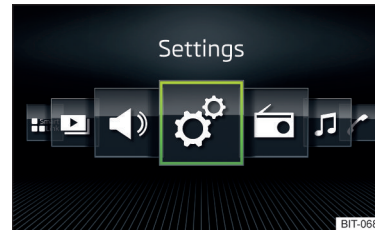

Abb. 130
- Die Option **Raster-Anzeige** » Abb. 129 oder **Horizont. Anzeige** » Abb. 130 wählen.